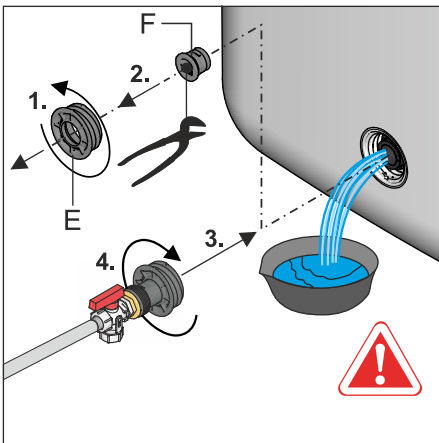

Fig. 49-4 Atornillar la conexión de llenado KFE en la conexión de llenado y vaciado
- 3 En la conexión de llenado y vaciado, desatornillar la pieza rosca (Fig. 49-4, pos. E), retirar el tapón de cierre (Fig. 49-4, pos. F) y en seguida volver a atornillar el inserto de rosca pre-montado con la **conexión de llenado KFE** en la conexión de llenado y vaciado (Fig. 49-4).